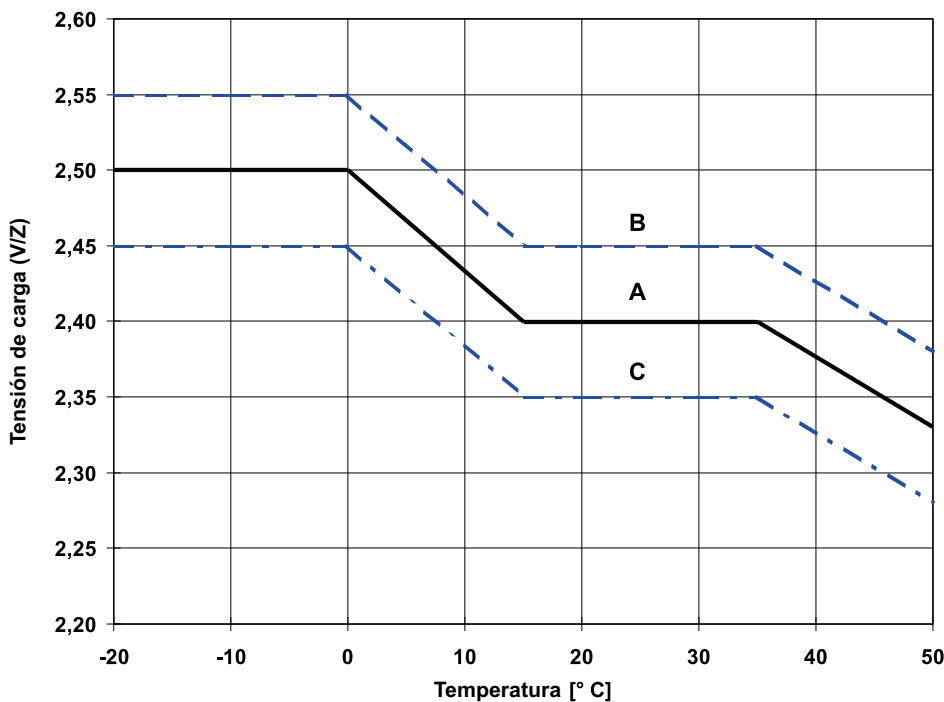

Figura 1: Tensión de carga respecto de la temperatura para el funcionamiento solar.
Es aplicable el proceso de carga dentro de los valores límite fijados según DIN 41773 (curva IU). Tensiones de carga recomendadas para aplicaciones cíclicas: véase figura 1 y punto 2.8. En función del modelo del dispositivo de carga y la curva característica, durante el proceso de carga fluyen a través de la batería corrientes alternas que se superponen a la corriente continua. Estas corrientes alternas superpuestas y las realimentaciones de los dispositivos consumidores producen un recalentamiento adicional de la batería y una carga adicional de los electrodos, con posibles daños como consecuencia (véase el apartado 2.5).
- Fase I = Hasta la tensión según figura 1 a 20 °C
Durante la recarga según la figura 1, el valor efectivo de la corriente alterna puede ser temporalmente de máx. 10 A/100 Ah C₁₀. Después de la recarga y de la carga sucesiva (carga de conservación), el valor efectivo de la corriente alterna no debe superar 5 A/100 Ah C₁₀.
La adaptación de la tensión de carga en función de la temperatura debe realizarse según la figura 1. No se debe realizar una adaptación de la tensión de carga dentro de la gama de temperaturas situadas entre 15 °C y 35 °C.